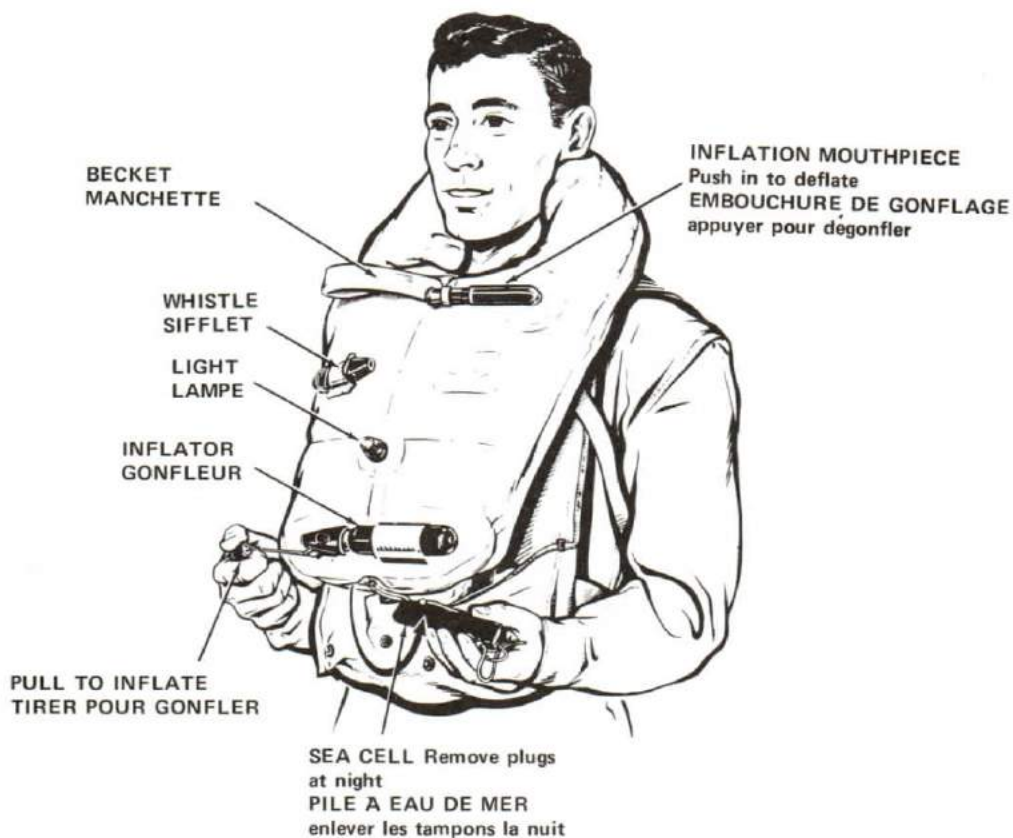

Figure 7-18
1. The Inflatable Lifejacket - The inflatable lifejacket at present in use was designed to provide adequate buoyancy while allowing the wearer unrestricted movement. It is made of two-ply yellow rubberized cotton fabric. See Figure 7-18.
1. Le gilet pneumatique. Le gilet de sauvetage pneumatique, qui est présentement en usage, a été conçu en vue de permettre une flottabilité suffisante tout en ne gênant pas les mouvements du porteur. Il est fabriqué de coton caoutchouté à double épaisseur (voir la figure 7-18).